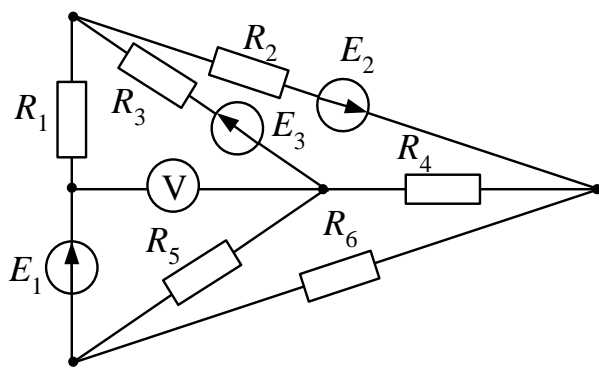

Рис. 1.1
**Задача 1.** Для электрических цепей, схемы которых изображены на рис. 1.1–1.20, по заданным величинам сопротивлений и электродвижущих сил (табл. 1) выполнить следующие операции: составить систему уравнений, необходимых для определения токов по первому и второму законам Кирхгофа; рассчитать токи во всех ветвях заданной схемы методом контурных токов; упростить схему, заменив треугольник сопротивлений  $R_4$ ,  $R_5$ ,  $R_6$  эквивалентным соединением звездой. Нарисовать схему, полученную после преобразования, показать токи в ветвях и рассчитать их методом узлового напряжения; определить ток в резисторе с сопротивлением  $R_6$  методом эквивалентного генератора; составить баланс мощностей для заданной схемы; определить показание вольтметра.